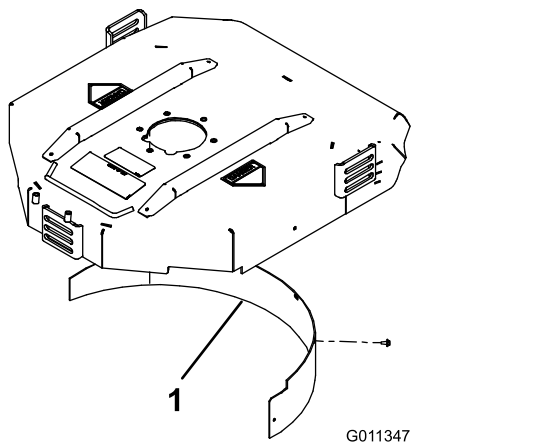

图 6
2. 将碎草隔板装入后开口内并使用 5 个凸缘头螺栓进行固定 (图 6)。